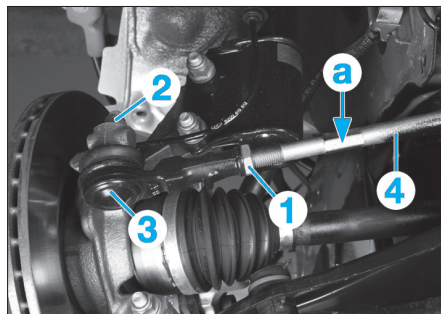

Fig. 10
- Desserrer le contre-écrou (1) de réglage de parallélisme (Fig.10).
- Déposer l'écrou (2), puis à l'aide d'un arrache-rotule, extraire la rotule (3) du pivot.
- Dévisser la rotule de direction (3) en maintenant la biellette de direction (4) en (a) à l'aide d'une clé plate.